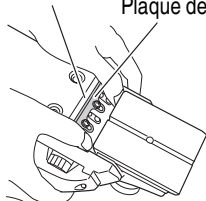

Fig. 23
- (5) Comme indiqué aux Fig. 23 et 24, insérer la section tournée de la plaque de fixation (A) fixée à la plaque de fixation (B) dans une encoche de la section plate du bloc de lame.